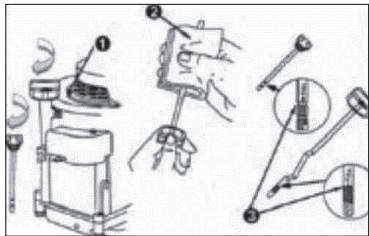

Рис. 4
2. Отверните крышку маслоналивной трубки и извлеките масляный щуп. Проверьте уровень масла. Если уровень масла на щупе ниже метки «**Min**», добавьте масло до уровня «**Full**» (см. Рис. 4.)